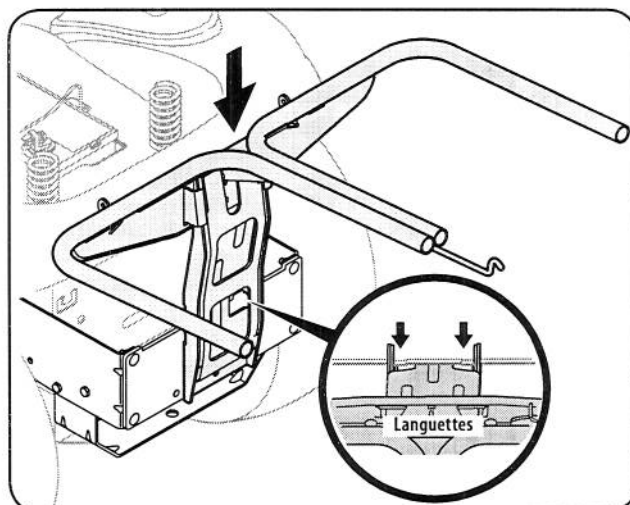

Figure 4-9
4. Installez l'assemblage des battants du dispositif d'ensilage sur l'assemblage de montage du tracteur en l'accrochant sur le plateau d'attelage entre les deux languettes. Consultez la figure 4-9.